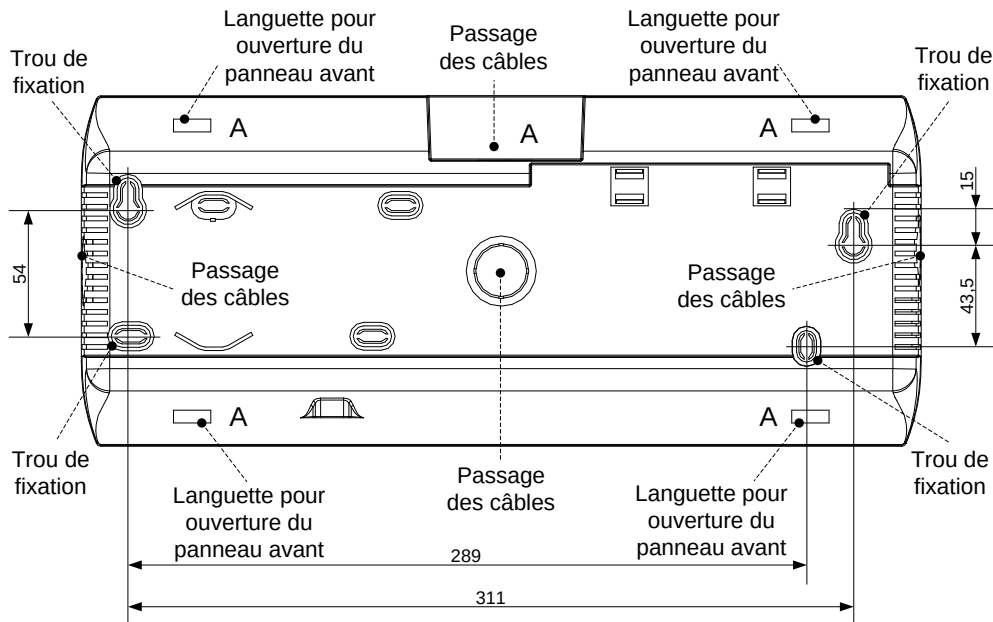

Figure 2 - Vue arrière – dimensions en mm
- Installez sur un mur en utilisant les trous de fixation appropriés placés sur le bas du conteneur (comme indiqué dans *figure 2*).